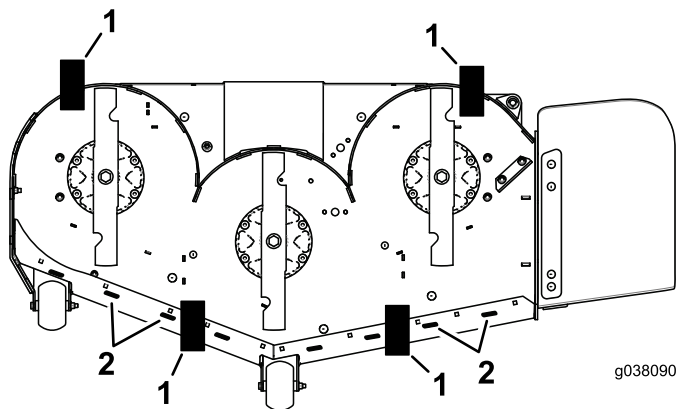

**Figura 103**
- B. Afloje lentamente el tornillo de ajuste del muelle auxiliar de elevación hasta que pueda retirar el tornillo (ver Figura 103).